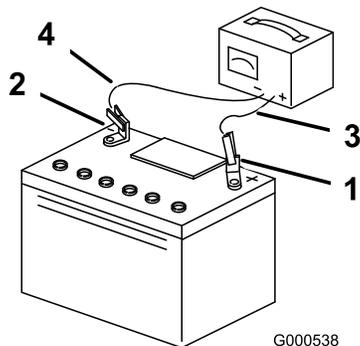

図 62
5. 充電が終わったら、チャージャのプラグをコンセントから抜いてから、チャージャのリード線をバッテリー端子から外す **図 62**。